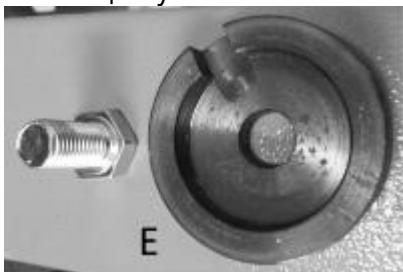

Рис.5
4. Снимите крышку (Е, рис.5) с вала.